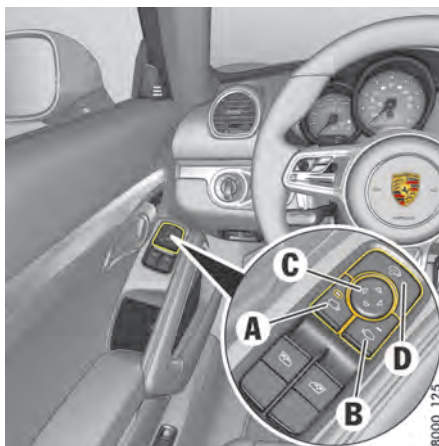

Fig 202: Utilisation des rétroviseurs extérieurs
- ▶ Appuyez sur la touche **D** (voir Fig. 202 à la page 262).
Une fois le contact mis, les rétroviseurs extérieurs ne se déploient pas automatiquement si vous les avez auparavant rabattus manuellement à l'aide de la touche **D** (Fig. 202 à la page 262).